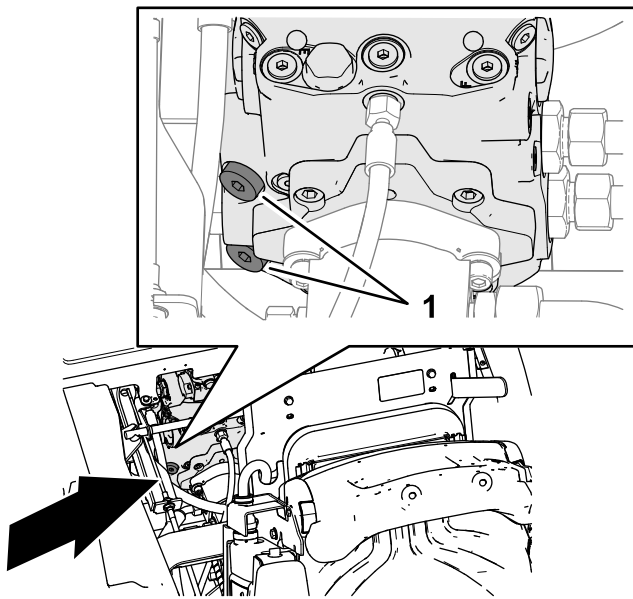

Figure 37
1. Avec une clé hexagonale de 8 mm, tournez les 2 bouchons à tête creuse des clapets de décharge de pompe de la transmission de 3 tours complets dans le sens antihoraire (Figure 37).